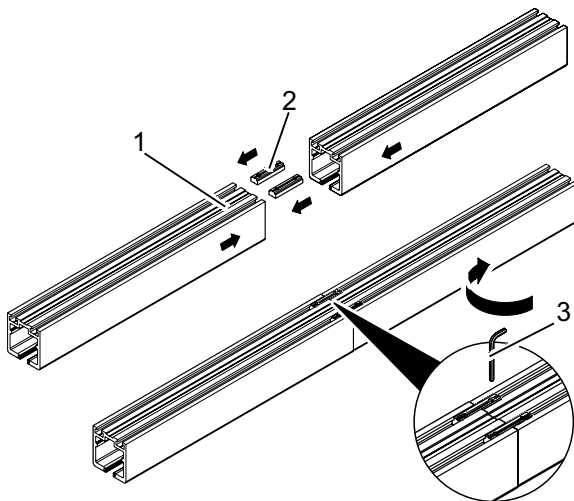

Abb. 3: Laufschiene montieren
3. Laufschiene (Abb. 3/1) mit Verbindungselementen (Abb. 3/2) am Boden zusammenstecken.
4. Mit 3-mm-Innensechskantschlüssel (Abb. 3/3) Feststellschrauben der Verbindungselemente festziehen.